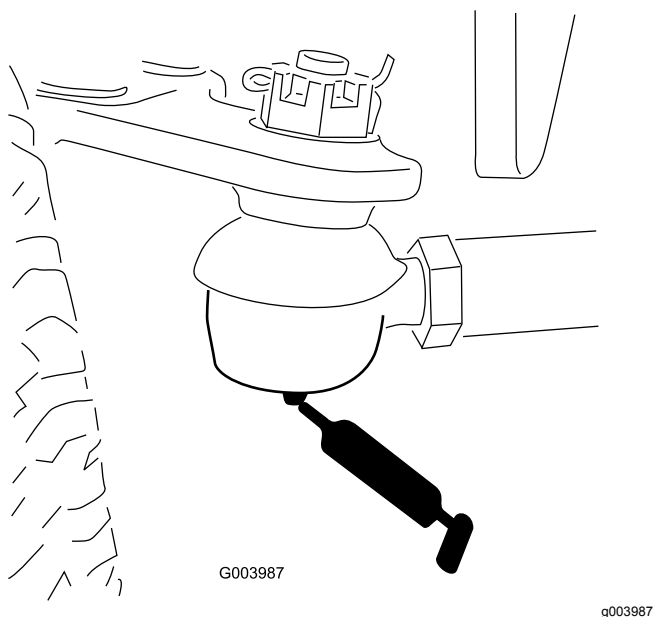

Bild 51
- Spurstange der Hinterachse (2) (**Bild 51**)